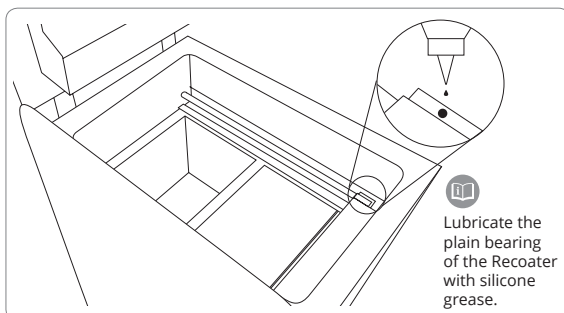

Abbildung 28. Bildschirm RECOATER-Gleitlagersystem schmieren.
- Schmieren Sie das Gleitlagersystem des RECOATERS und der Führungsschiene mit dem im Set enthaltenen Silikonöl (Abbildung 28).